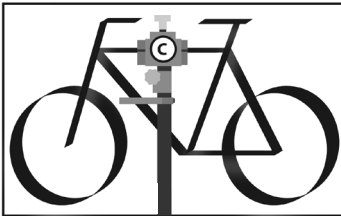

Afb. 1
Leid de draagarm (C) horizontaal door de klemverbinding met het rode handwiel (4) aan het bovenste uiteinde van de telescoopbuis (B) totdat de inkeping op de draagarm zichtbaar is. Draai de draagarm zodanig dat de schroefklem (5) van de draagarm zich aan de bovenkant bevindt. Schroef nu de draagarm (C) vast met het rode handwiel en bevestig ten slotte de magnetische gereedschapsbak (D) aan de verticale buis van de standvoet (A). (zie Fig. 1) Hiervoor moet je de twee inbusschroeven van de opbergvakhouder losdraaien met de bijgeleverde stiftsleutel en de houder verwijderen. U kunt de montagehoogte van het vak vrij kiezen. Plaats de ronde uitsparing van het compartiment tegen de verticale balk van de standaardbasis (1). Plaats de houder terug en draai de schroeven stevig vast.
De klem voor de fiets bevindt zich aan het einde van de draagarm. Open eerst de klem door de scharnierende haak bovenaan te openen. De klem kan worden aangepast voor framebuizen met verschillende afmetingen. Deze instelling wordt gedaan met behulp van de vleugelmoer die zich onder de klem bevindt. **Let op:** Moderne fietsframes van carbon, aluminium enz. reageren gevoelig op druk. Klem de betreffende buizen nooit te strak vast, anders gaan ze kapot. De fiets is altijd bevestigd aan de buizen van het fietsframe. De framebuis wordt in de bevestigingsklem geplaatst zodat deze erdoor wordt omsloten. Vervolgens wordt de vouwhaak van de bevestigingsklem gesloten. Om onbedoeld verdraaien van de draagarm te voorkomen, moet een positie op het fietsframe worden gekozen waarbij de fiets evenwichtig aan de draagarm hangt. (zie afbeelding 1 en 2). De stuurhouder (E) kan worden gebruikt